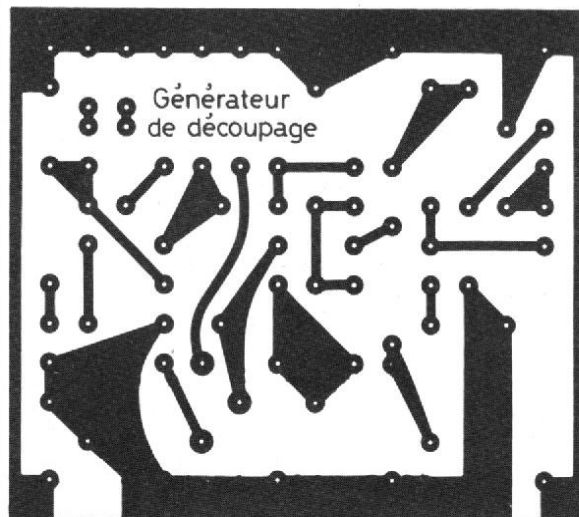

Fig. 24
- figure 24 : générateur de découpage, côté cuivre.